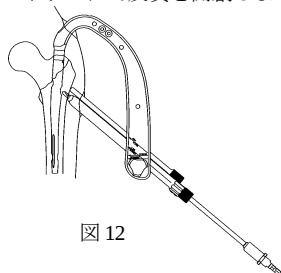

図 12
- 10) 骨質が硬い場合は、コーテックスドリルにて皮質を開創します。(図 12)